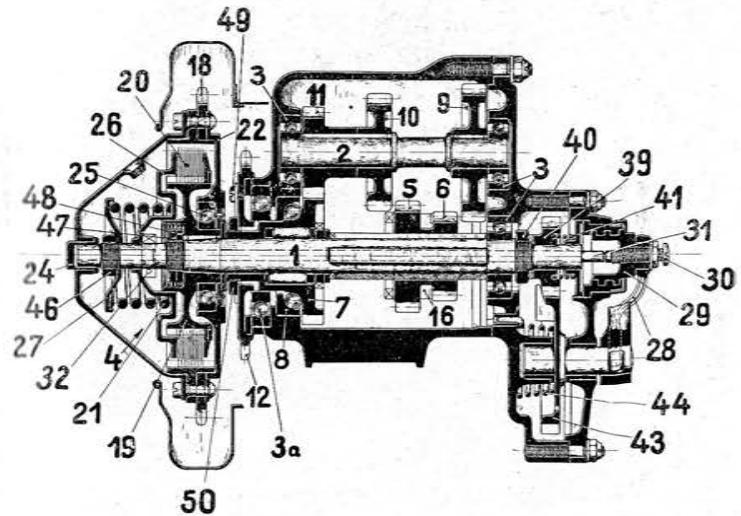

Abb. 18.
**Startvorrichtung:** Um ein Anfahren des Motorrades vom Stand aus zu ermöglichen, ist in das Wechselgetriebe eine Vorrichtung zum Anwerfen des Motors eingebaut (siehe Abb. 18 und 21). Sie besteht aus dem Anwerfrad (39), dessen Stirnseite eine Sperrverzah-